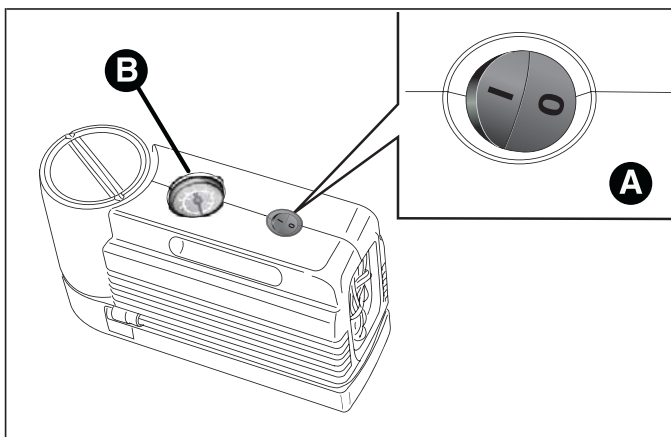
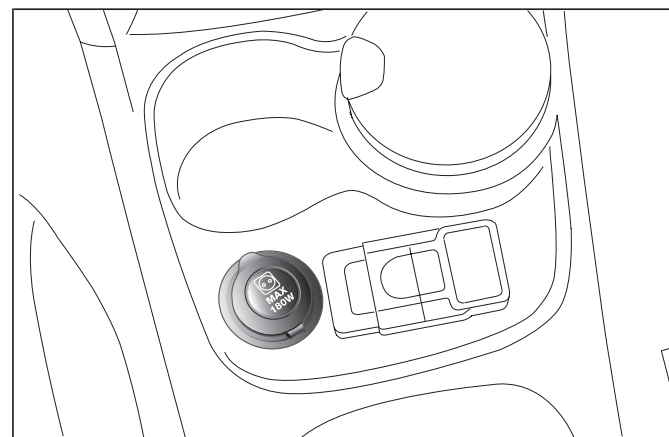

fig. 121
fig. 122
- ❑ assicurarsi che l'interruttore A fig. 121 del compressore sia in posizione 0 (spento), avviare il motore, inserire la spina nella presa di corrente ubicata sul tunnel centrale fig. 122 e azionare il compressore portando l'interruttore A in posizione I (acceso). Gonfiare lo pneumatico alla pressione prescritta nel paragrafo "Pressione di gonfiaggio" nel capitolo "Dati Tecnici". Per ottenere una lettura più precisa, si consiglia di verificare il valore della pressione sul manometro B fig. 121 con compressore spento;